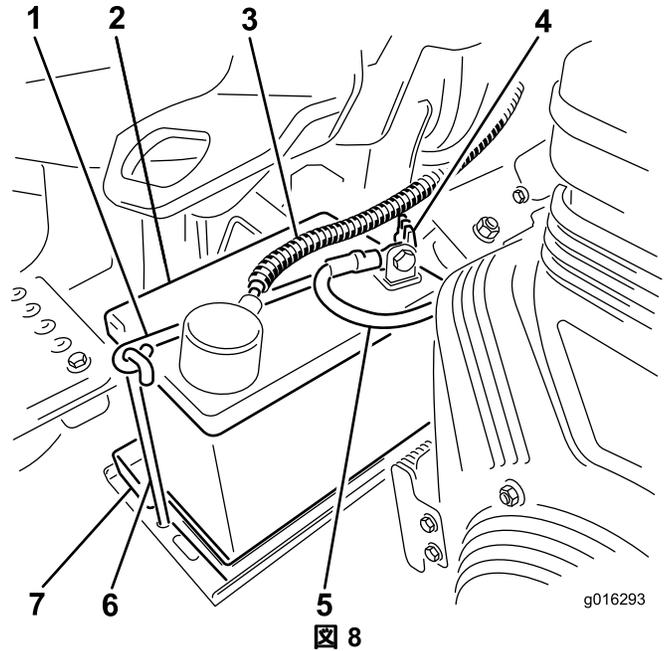

図8 図はガソリンモデルですモデルによって多少異なります。
- バッテリートレイの上にバッテリーを置き、先ほど取り外したクランプと固定具で固定する図8。
- 赤いプラスケーブルをバッテリーのプラス端子に、黒いマイナスケーブルはバッテリーのマイナス端子にはめ、ボルトとナットで固定する図8。ショート防止のために端子にゴムキャップをかぶせる。